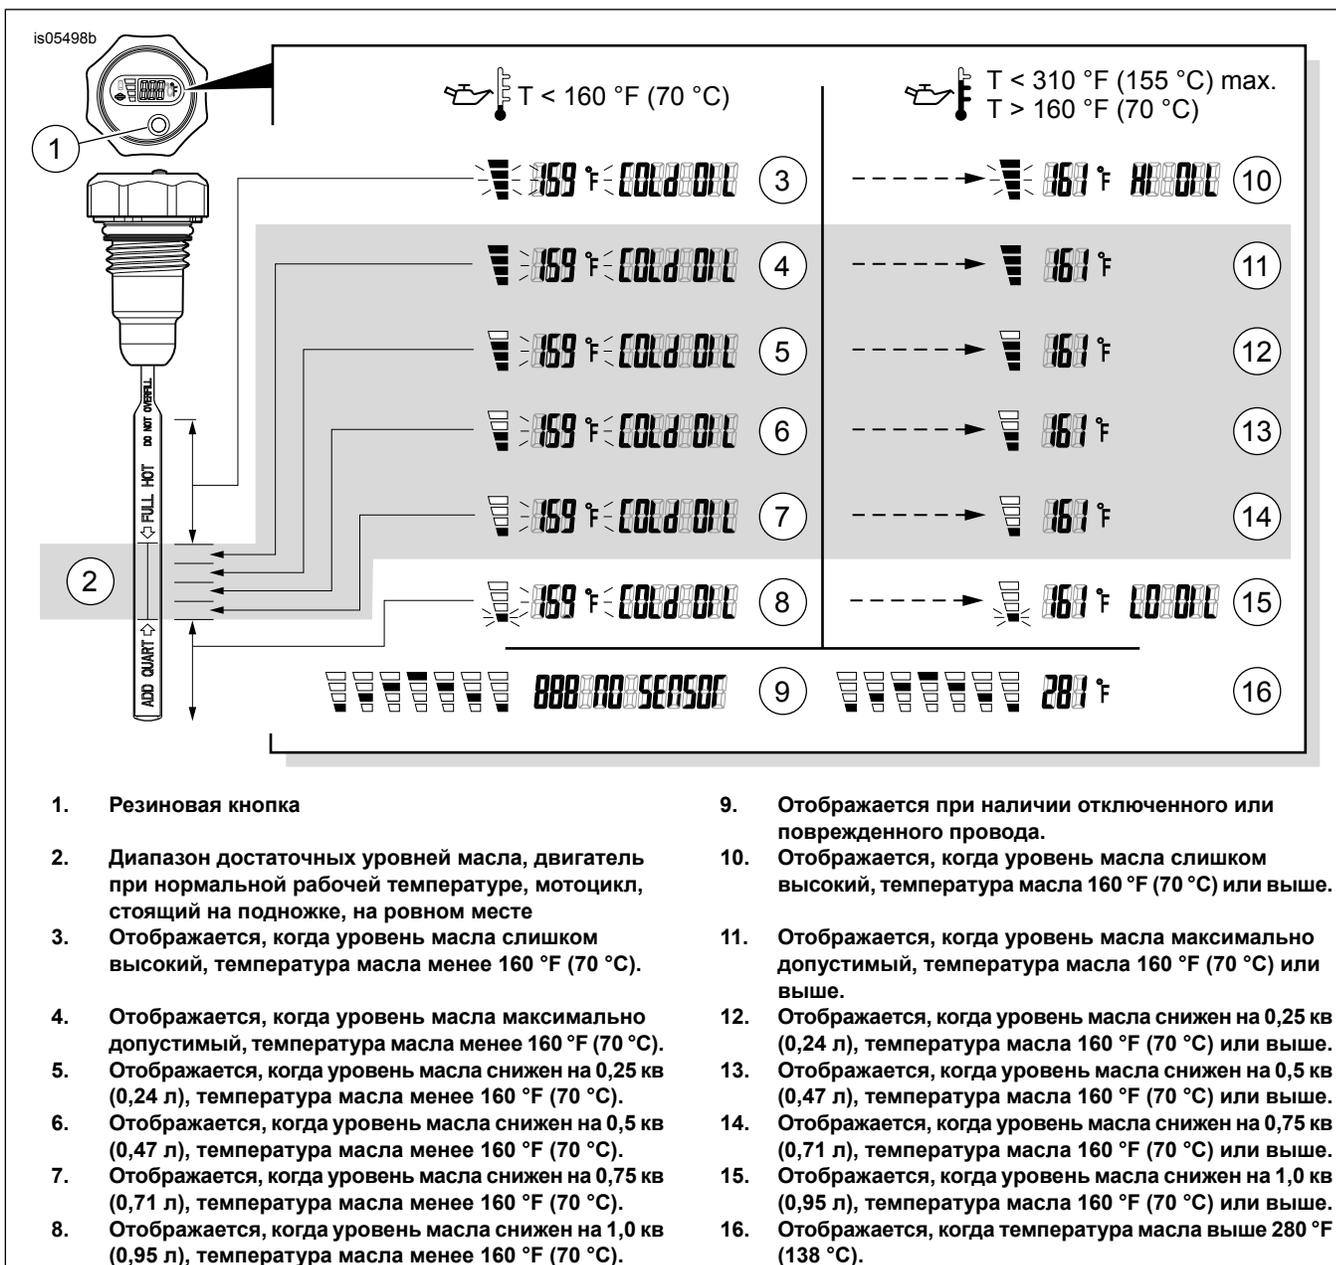

Рисунок 1. ЖК-щуп температуры/уровня масла
См. Рисунок 1. Нажимайте и отпускайте резиновую кнопку на передней поверхности, чтобы отобразить:
- Надлежащий уровень масла должен соответствовать указанному в Рисунок 1 , экран 4–8 (шкалы, показывающие уровень масла, а также мигающая температура масла, за которыми следует сообщение «МАСЛО ХОЛОДНОЕ» (COLD OIL), если двигатель холодный). НЕ ДОЛИВАЙТЕ МАСЛО до отметки «ЗАПОЛНЕНО» (FULL) на щупе ХОЛОДНОГО двигателя.
- Для отображения температуры и уровня масла в масляном резервуаре нажмите и отпустите резиновую кнопку на передней поверхности ЖК-щупа температуры/уровня масла. Уровень масла должен быть таким, как показано в Рисунок 1 , экран 11–14.
Код ошибки «888 ДАТЧИКА НЕТ» (888 NO SENSOR) и анимированные шкалы уровня ( Рисунок 1 , экран 9) указывают на отключенный или поврежденный провод.
Для предотвращения выхода из строя внутренних электронных компонентов щуп не измеряет показатели уровня , если температура масла выше 138 °С. Анимированные шкалы уровня отображаются вместе с температурой ( Рисунок 1 , экран 16), до максимального показания 155 °С.